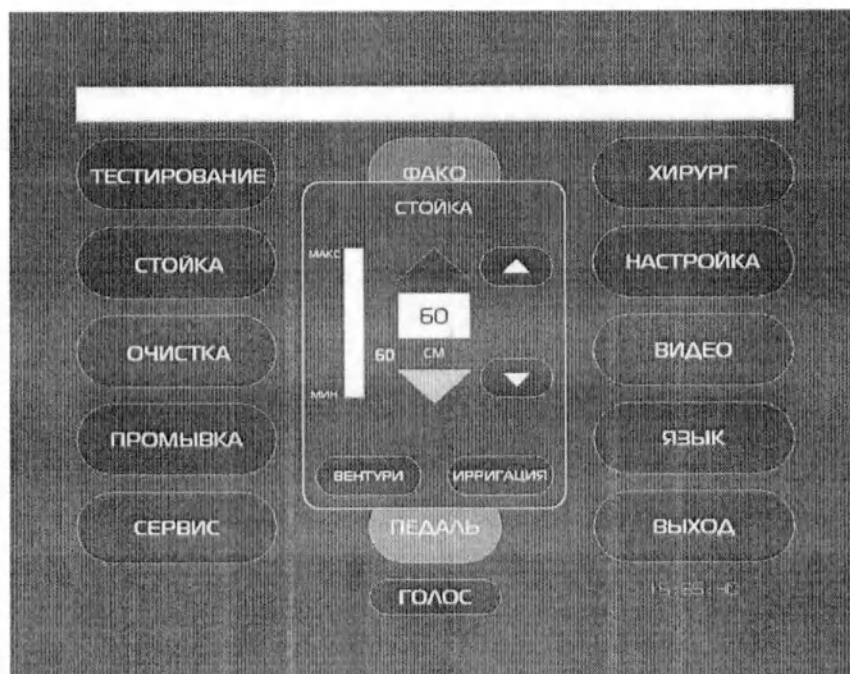

Рис.16.3 – Панель управления ирригационной стойкой.
- 2) после загрузки системы и установки Главного меню на сенсорном экране, нажать клавишу «СТОЙКА», откроется панель управления ирригационной стойкой (Рис.16.3).